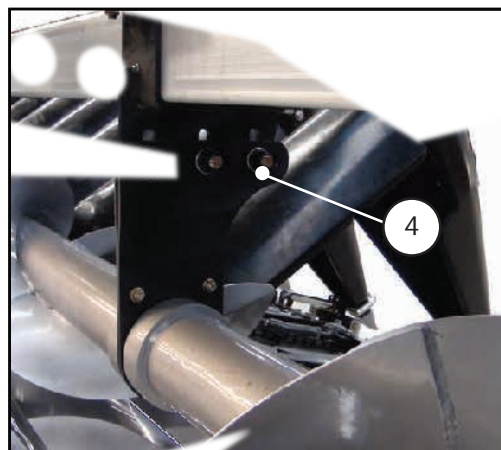

Figura 04
b) Soltar as 3 porcas (item 4) figura 04 do Mancal Central do Caracol Bipartido;